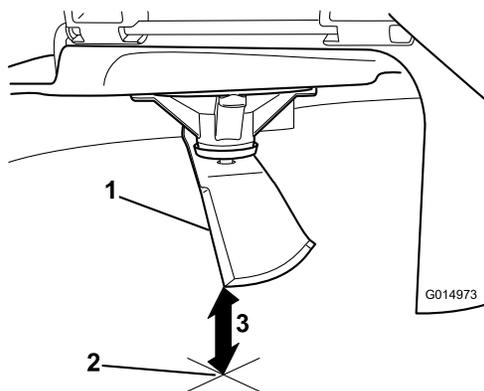

Рисунок 106
5. Измерьте расстояние от конца ножа до плоской поверхности (Рисунок 106).